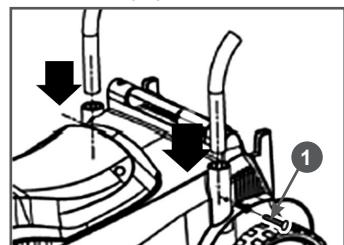

Рис. 4 Установка рабочей рукоятки
- Установите нижнюю часть рабочей рукоятки в специальные гнезда на корпусе газонокосилки (Рис. 4) и закрепите их шурупами 1.